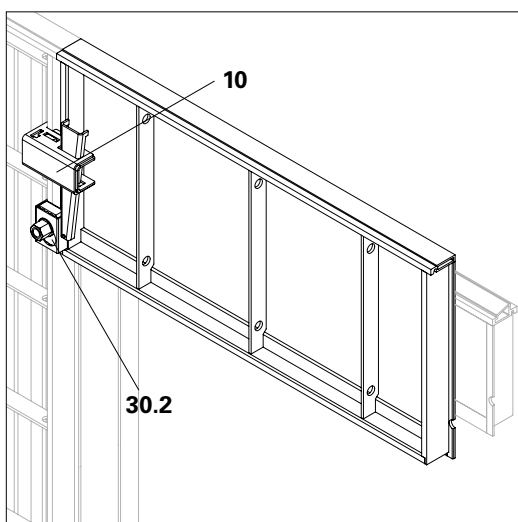

Fig. B4.04
4. Sollevare l'architrave esterna. (Fig. B4.04)
5. Fissare l'architrave con il giunto UNO Plus (10). (Fig. B4.04)